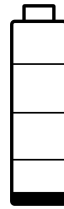

图 3
- C 电池指示器 - 当电池充满电时，电池图标完全充满。随着电池放电，电池刻度逐渐下降。当显示图 3 中所示的电量不足符号时，请更换电池。请参见第 27 页的“更换电池”。